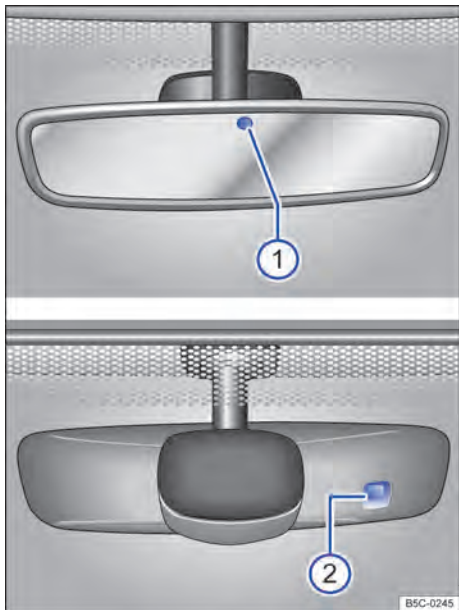

Fig. 72 En el parabrisas: espejo retrovisor interior antideslumbrante automático.
Las posibles causas de averías e interpretaciones erróneas en la zona de la superficie sensible → fig. 72 del sensor de lluvia son, entre otras:
Cuando se conecta el encendido, los sensores miden la incidencia de luz. Hay 2 sensores en el espejo retrovisor interior, uno que mide la incidencia de luz por *delante* → fig. 72 ① y otro que mide la incidencia de luz por *detrás* ②. En función de los valores medidos, el espejo retrovisor interior se oscurece automáticamente.